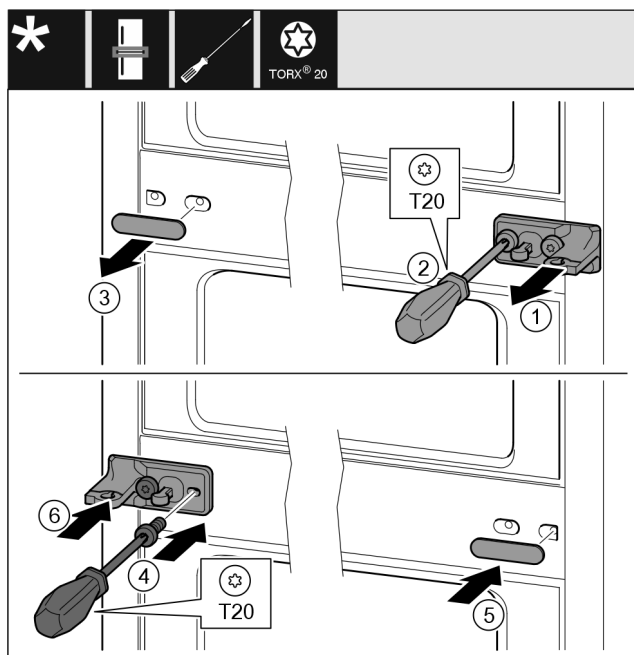

Fig. 43
- ▶ Noņemiet aplāksni Fig. 43 (1).
- ▶ Ar skrūvgriezi izskrūvējiet skrūves Fig. 43 (2).
- ▶ Uzmanīgi noņemiet pārsegu Fig. 43 (3).
- ▶ Pieskrūvējiet stingri gultņa balstu ar plēvi Fig. 43 (4), pagrieztu par 180°, otrajā pusē.
- ▶ Piestipriniet pārsegu Fig. 43 (5), pagrieztu par 180°, otrajā pusē.
- ▶ Uzbīdīet aplāksni Fig. 43 (6) no priekšas.